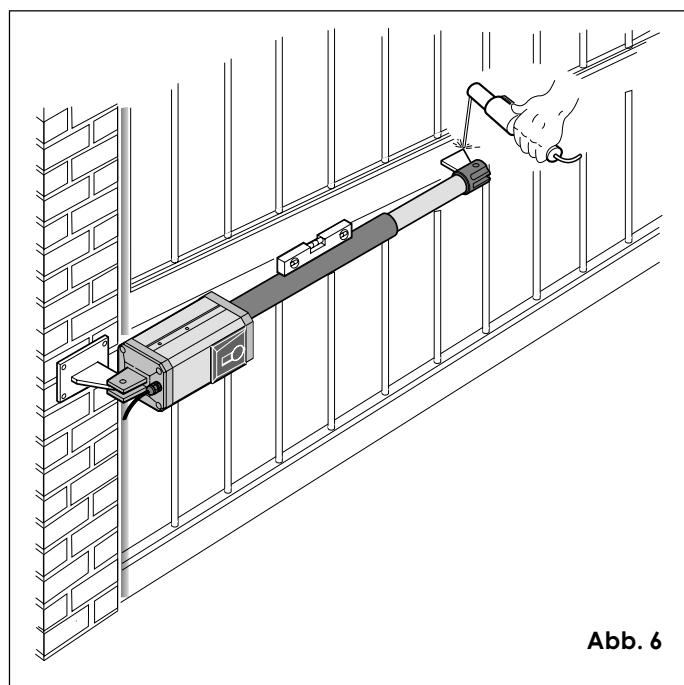

Abb. 6
- 8) Den Torflügel schließen und bei waagerechtem Antrieb die vordere Anschlußposition am Tor ermitteln (Abb. 6).